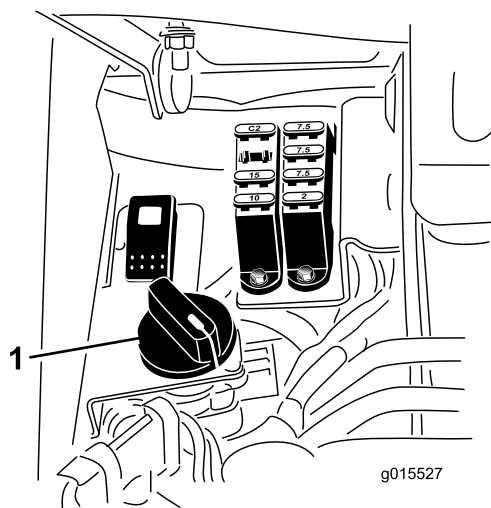

Figura 60
6. Rode o controlo da velocidade dos cilindros para a posição 1 (Figura 60).